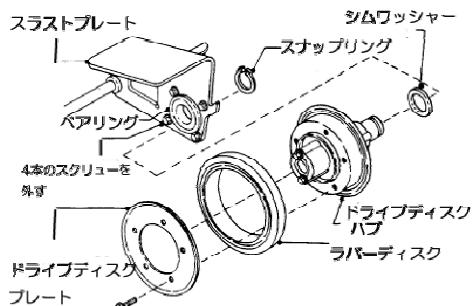

図 6-12B
3. ドライブディスクハブとスラストプレートを固定しているスナップリングを外します。（図6-12B）